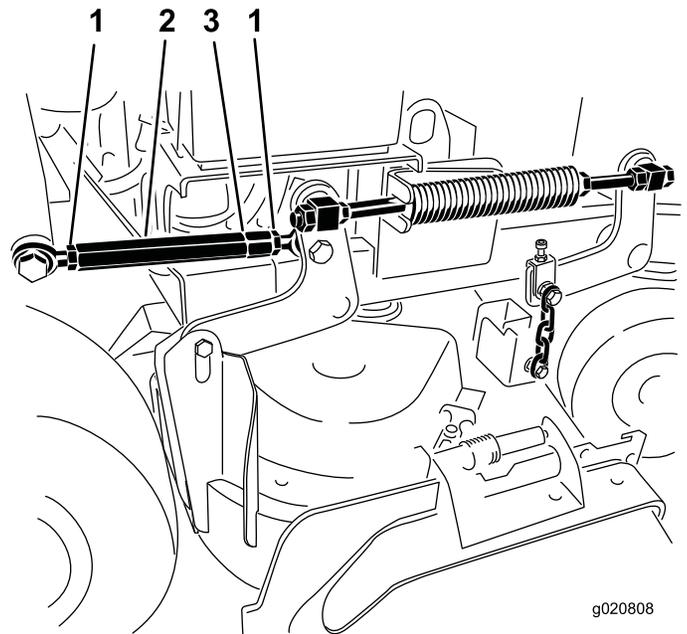

Figura 87
4. Afloje las contratuercas en ambos extremos del tensor (**Figura 87**).
Nota: El extremo del tensor que tiene la muesca mecanizada tiene rosca a izquierdas (**Figura 87**).